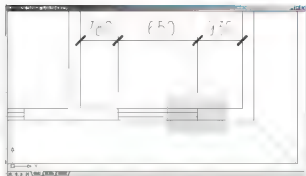

图 2-142 向右单击屏幕时选择对象的方法
(2) 用同样的方法使门窗洞口右侧墙段向右缩短 150mm。这样门窗洞口则由 1500mm 变成 1800mm, 但应注意, 选择拉伸对象的方法应如图 2.142 所示。